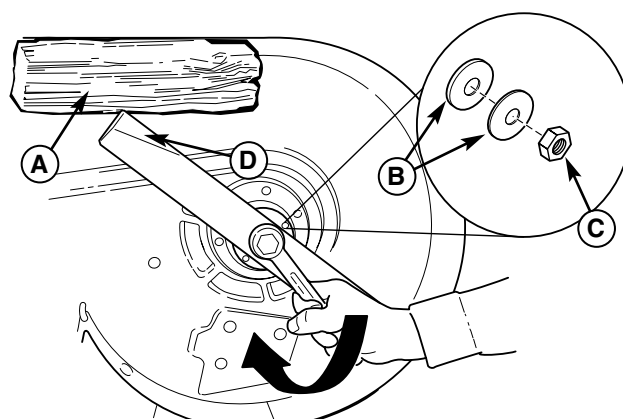

Figure 20. Pose de la lame
3. Retirer l'écrou de lame (C, figure 20), la rondelle ressort (B) et la lame.
7. Remonter la lame avec les ailettes de support (D, figure 20) dirigées vers le plateau de coupe de la tondeuse comme l'indique le schéma.
8. Remonter les rondelles ressorts (B, figure 20) et l'écrou (C). Utiliser une cale en bois (A) pour empêcher toute rotation des lames lors du serrage de l'écrou (C) à un couple de 108-122 Nm (80-90 ft. lbs.).